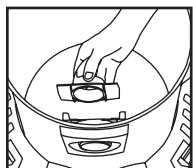

FIGURA 24
33. Retire el deflector de entrada de la guía del deflector. **NOTA:** Para poder retirar el deflector de entrada, antes hay que extraer la manguera. **FIGURA 24.**